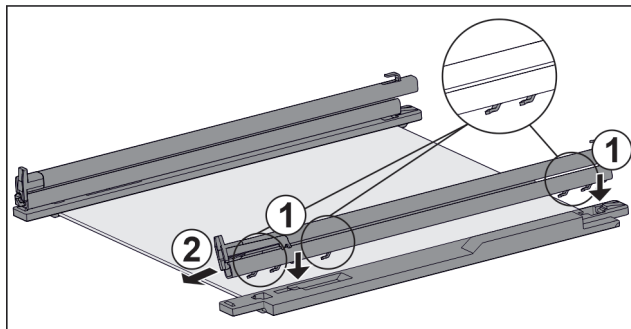

Fig. 156 Ripiano in vetro con guide e fermi
- Inserire il gancio della guida sulle aperture del **gancio** sinistro. Fig. 156 (1)
- Tirare la guida in avanti. Fig. 156 (2)
- Inserire il gancio della guida nelle aperture del **gancio** destro. Fig. 156 (1)